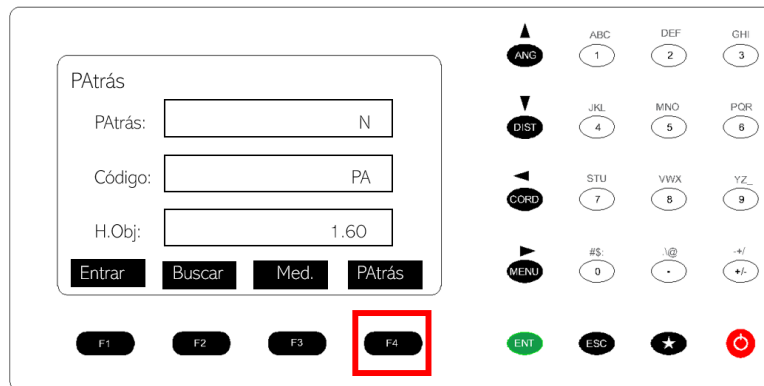

Figura 22. Comandos de la estación total.
26. Presionar el botón F4 PAtrás. Figura 22.